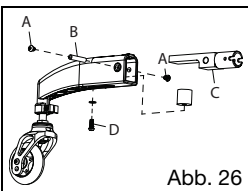

Abb. 26
2. Entfernen Sie die 6-mm-Schraube von der Seite des Arms für das Dynamische 5. Rad (Abb. 26:A) mit zwei 4-mm-Inbusschlüsseln.
3. Drücken Sie den Gewindezylinder mit einem Inbusschlüssel (Abb. 26:B) aus der Arm-Baugruppe.
4. Schieben Sie das zylindrische Gegenstück (Abb. 26:C) aus der Baugruppe.
5. Entfernen Sie die 6-mm-Schraube, die sich an der Unterseite befindet, aus der Baugruppe. Dadurch wird das Elastomer freigelegt (Abb. 26:D). Entfernen Sie das Elastomer und legen Sie es beiseite.
7. Führen Sie die 6-mm-Schraube durch die Unterlegscheibe (Abb. 26:D) und den Schlitz in den Gewindeinsatz des Elastomers.
8. Ziehen Sie die 6-mm-Schraube wieder fest (Abb. 26:D). Achten Sie darauf, nicht zu stark anzuziehen.
9. Schieben Sie das zylindrische Gegenstück (Abb. 26:C) wieder in den Arm. Achten Sie darauf, den flachen Arm des zylindrischen Gegenstücks über dem Elastomer zu platzieren.
10. Richten Sie die Schlitzlöcher auf dem Arm und dem zylindrischen Gegenstück aneinander aus, um den Gewindezylinder (Abb. 26:B) und 6-mm-Schrauben einzuführen (Abb. 26:A).
11. Ziehen Sie die 6-mm-Schrauben (Abb. 26:A) mit zwei 4-mm-Inbusschlüsseln fest.